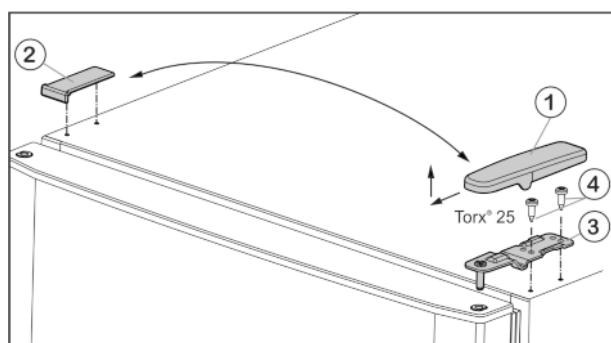

Fig. 6
- ▶ Потяните крышку Fig. 6 (1) вперед и вверх.
- ▶ Снимите крышку Fig. 6 (2).
- ▶ Открутите верхний опорный кронштейн Fig. 6 (3) (2 шт. Torx® 25) Fig. 6 (4) и поднимите вверх.
- ▶ Установите верхний опорный кронштейн Fig. 6 (3) на новой стороне шарнира и защелкните в дверце.
- ▶ Привинтите верхний опорный кронштейн (**с моментом 4 Нм**) (2 шт. Torx® 25) Fig. 6 (4). При необходимости используйте аккумуляторный шуруповерт.
- ▶ Наденьте и защелкните крышку Fig. 6 (1) на противоположной стороне снаружи.
- ▶ Также наденьте сверху и защелкните крышку Fig. 6 (2) на противоположной стороне.